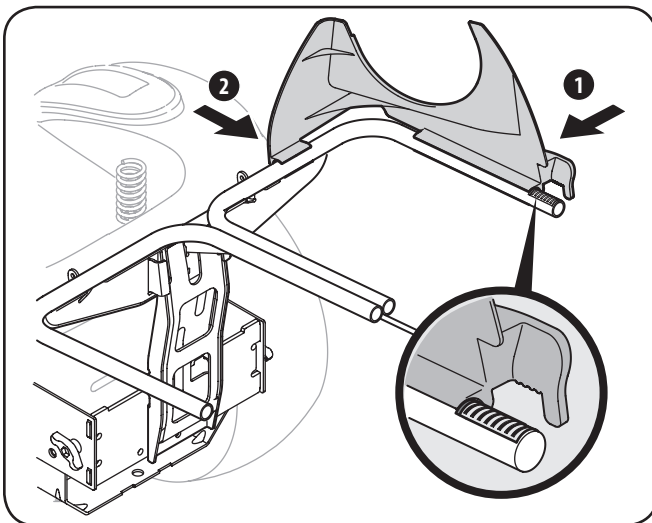

Figure 4-11
1. Insérez la goulotte de descente supérieure de plastique en place en enclenchant d'abord la partie latérale sur la rail de support du dispositif d'ensilage avec le bord du dispositif d'enclenchement aligné avec la ligne rouge, comme illustré à la Figure 4-11.
2. Insérez la partie avant de la goulotte de descente au rail, comme illustré à la Figure 4-11.